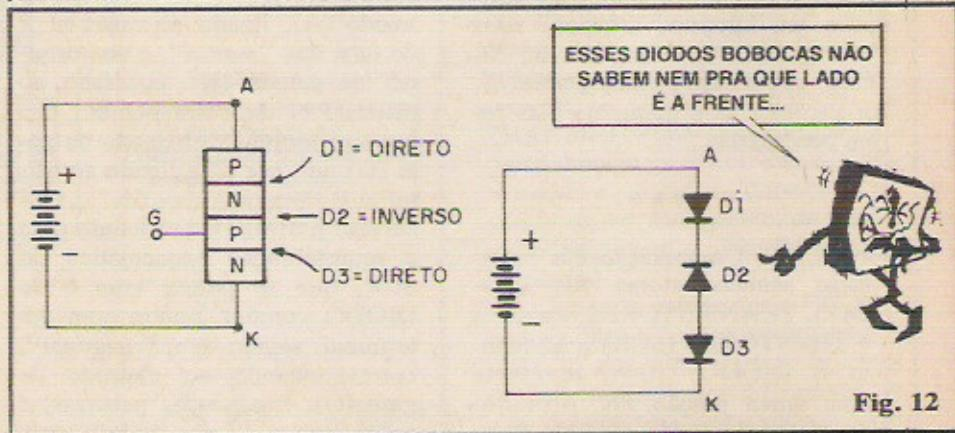

Fig. 12
- FIG. 12 - Mas, por que o SCR